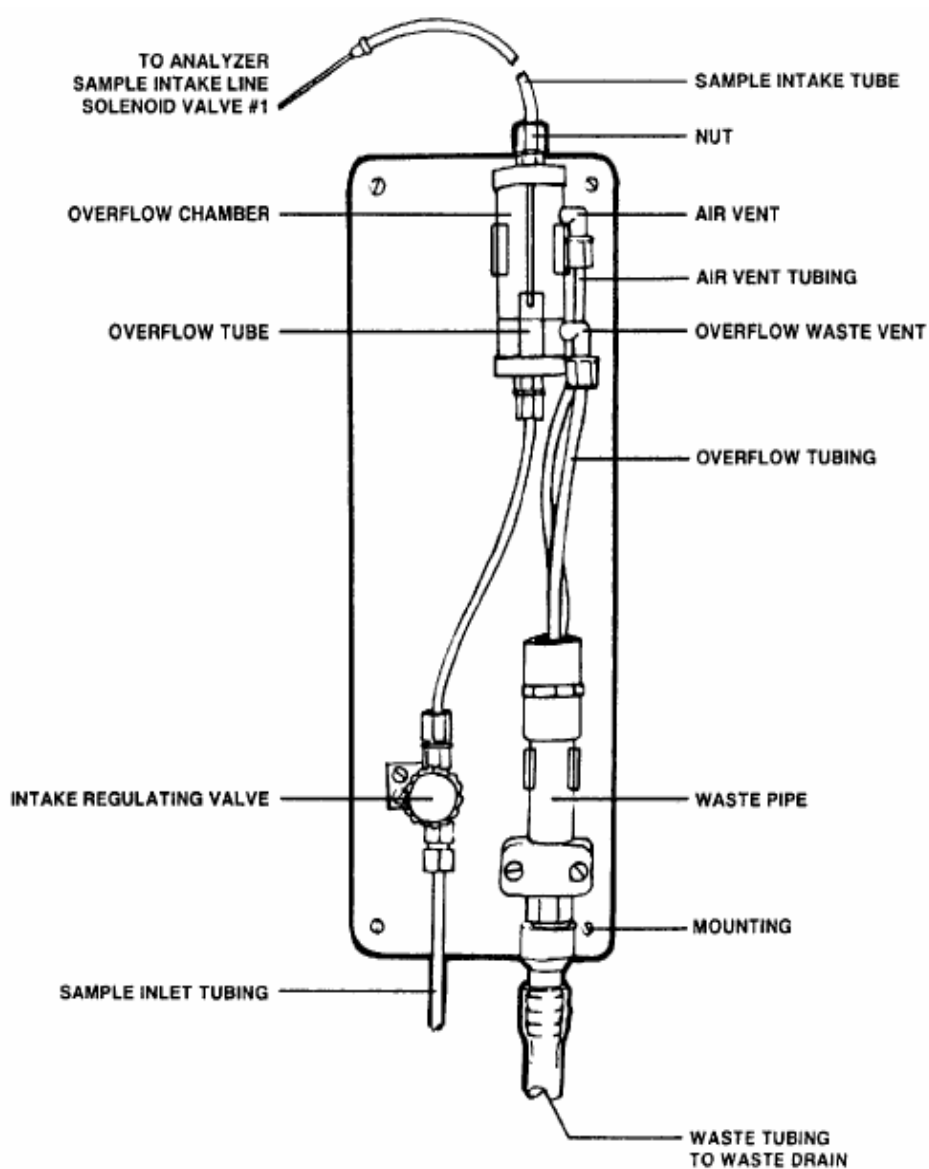

图 4-2 溢出取样器装配
1. 请用厂商提供的四个安装螺钉将户外溢出取样器安装在试剂柜的右侧（参见图4-2），假如用到了IF-100在线过滤器，其安装方法请参阅随过滤器附上的完全安装说明。